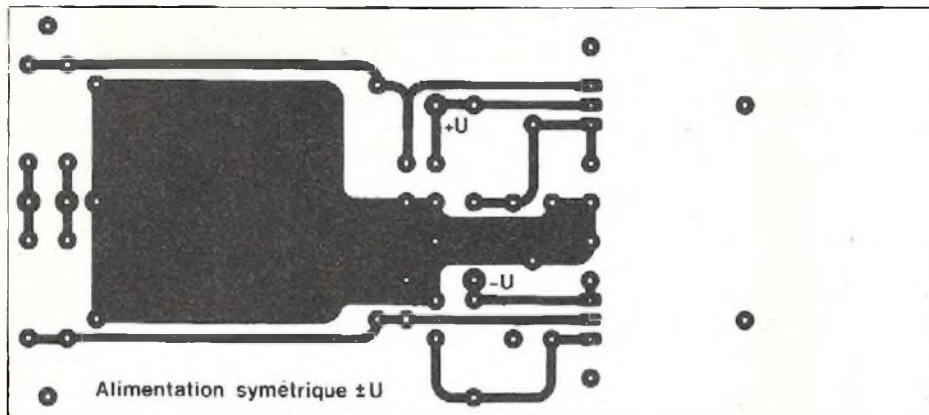

Figure 9
- une plaque pour l'alimentation symétrique  $\pm U$  à tensions de sorties ajustables (figure 9).